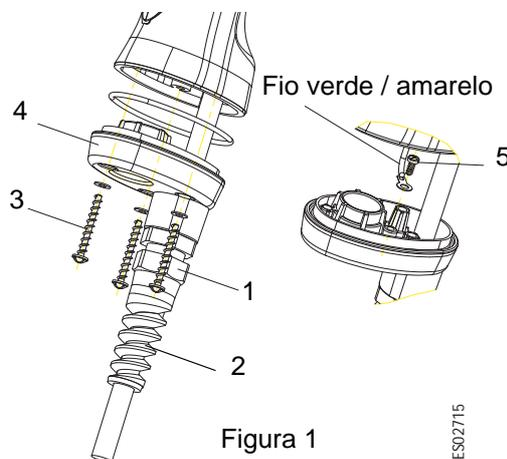

Figura 1
- **Etapa 7:** Fixar o fio verde / amarelo (Ident. 4, figura 1) na base da coronha.
- **Etapa 8:** Montar a base (Ident. 3, figura 1) e apertar a caixa de empanque com um binário de aperto de 3,5 N.m (o serra-cabos deve ser previamente separado da caixa de empanque). Depois disso, aparafusar o serra-cabos na caixa de empanque.